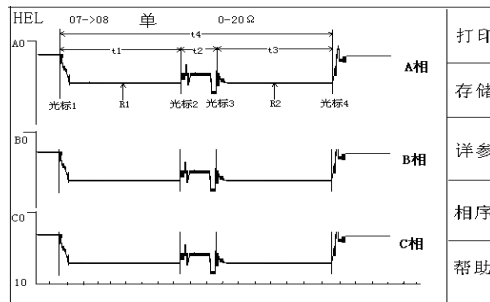

图 17 有载开关过渡波形
1. 有载开关过渡波形如图 17 所示：
要观察各段波形的电阻值, 需将光标 2 移到要观察的波形段 (应选择较为平直处), 如图 17 所示:
如图 17 所示, 仪器以 A 相光标 1 为参照, A 相  $T_0$  值始终为 0, 如 B、C 两相中某相时间超前, 则超前相  $T_0$  值不等于 0, 该时间为三相不同期时间。